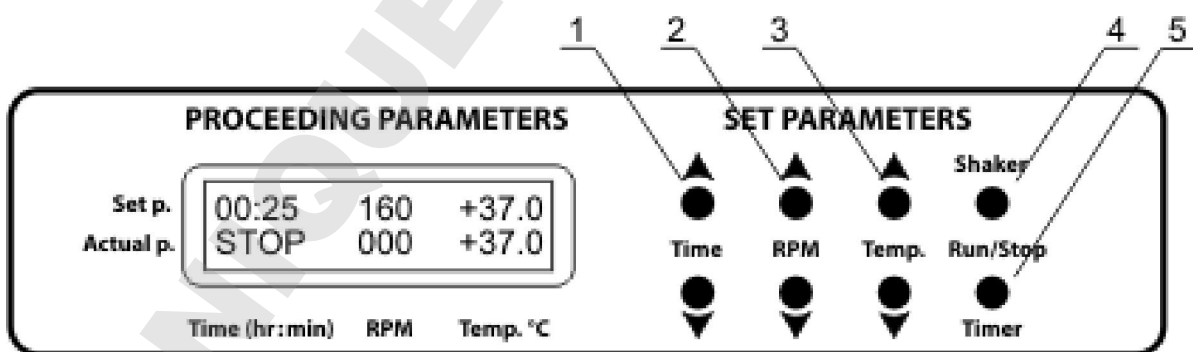

Fig.2 Panneau de configuration
- 4.3. **Réglage de la durée (Time).** Utilisez les touches **Time ▲** et **▼** (Fig. 2/1) pour programmer l'intervalle de durée de travail souhaitée en heures et en minutes (intervalle d'incrément de 1min). Appuyez sur la touche pendant plus de 3 secondes pour augmenter l'incrément.
- 4.4. **Réglage de la vitesse (RPM).** À l'aide des touches **RPM ▲** et **▼** (Fig. 2/2), programmez la vitesse requise (intervalle d'incrément 10tpm.). Appuyez sur la touche pendant plus de 3 secondes pour augmenter l'incrément.
- 4.5. **Réglage de la température (Temp.°C).** Utilisez les touches **Temp. ▲** et **▼** (Fig. 2/3) pour régler la température souhaitée (intervalle d'incrément de 0,1°C). Appuyez sur la touche pendant plus de 3 secondes pour augmenter l'incrément.
- 4.7. Appuyez sur la touche **Shaker-Run/Stop** (Fig. 2/4). La plate-forme se mettra à tourner et l'indicateur du minuteur commencera à décompter l'intervalle de temps (précis à 1 minute près).
Attention! Une fois que la durée programmée s'est écoulée, le mouvement de la plate-forme s'arrête automatiquement. En revanche, le chauffage s'arrête **UNIQUEMENT** manuellement en utilisant la ▼ touche **Temp.** (Fig. 2/3 - touche du bas) pour baisser la température jusqu'à ce que l'indication OFF apparaisse dans la ligne supérieure de l'écran.
- 4.10. Le minuteur peut être réinitialisé en cours d'utilisation, si nécessaire. Appuyez deux fois sur la touche **Timer-Run/Stop** (Fig. 2/5) (la première fois, pour arrêter le minuteur; la deuxième fois, pour le redémarrer).